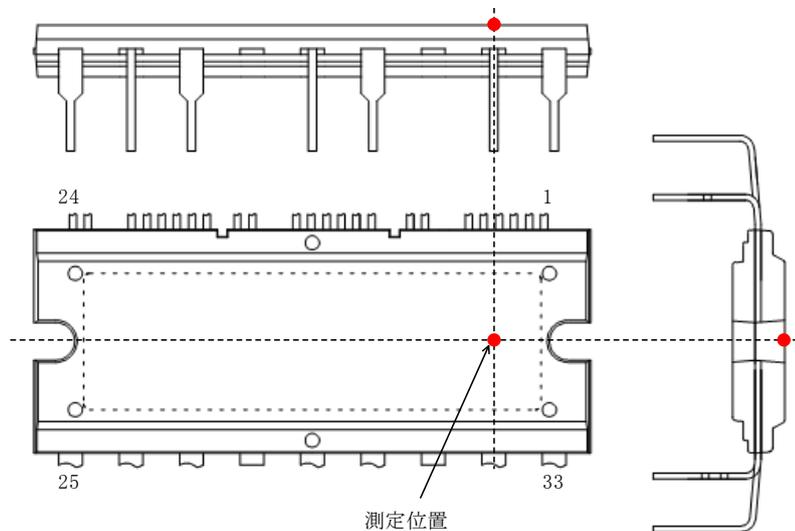

図 3-1 ケース温度測定位置
(1) ケース温度は図 3-1 で規定
(2) 内部スイッチング素子のジャンクションとケース間の定常熱抵抗（過渡熱特性は 15.1 項を参照）
(3) 内部フリーホイールダイオードのジャンクションとケース間の定常熱抵抗